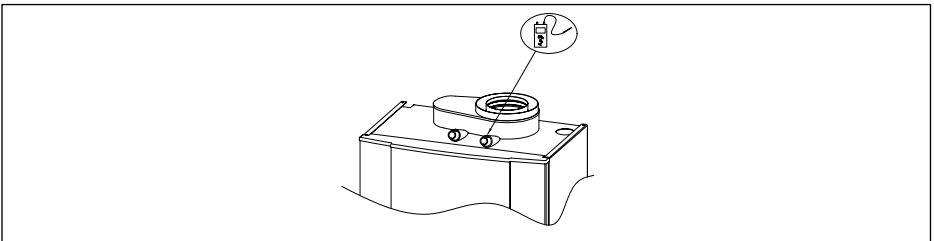

Fig. 24 Point de mesure
18. Contrôler le bon fonctionnement du dispositif de réglage du rapport air/gaz en mesurant la teneur en CO2 (ou en O2 en raison de l'adjonction de CO2 dans le gaz naturel dans certaines régions) dans le conduit d'évacuation des gaz de combustion (*point de mesure, voir Tableau 16 et Fig. 24*).